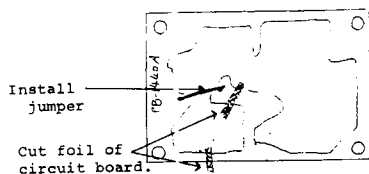

Figure 1
- 1) Riferirsi alla fig. 1, e tagliare la pista indicata nell'unità VFO PB-1440A; montare un ponticello come indicato